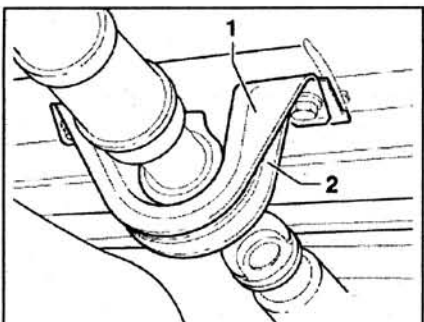

Рис. 4.78. Открутите болты крепления кронштейна 1 промежуточного подшипника 2 и снимите карданный вал.
3. Пометьте положение промежуточного подшипника или подшипников. Открутите болты крепления кронштейна 1 промежуточного подшипника 2 и снимите карданный вал (рис. 4.78).